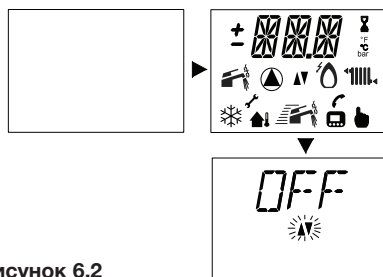

Рисунок 6.2
- Включите электропитание котла (при помощи двухполюсного выключателя). На ЖК-дисплее отобразятся все символы, а затем надпись OFF, см. Рисунок 6.2.